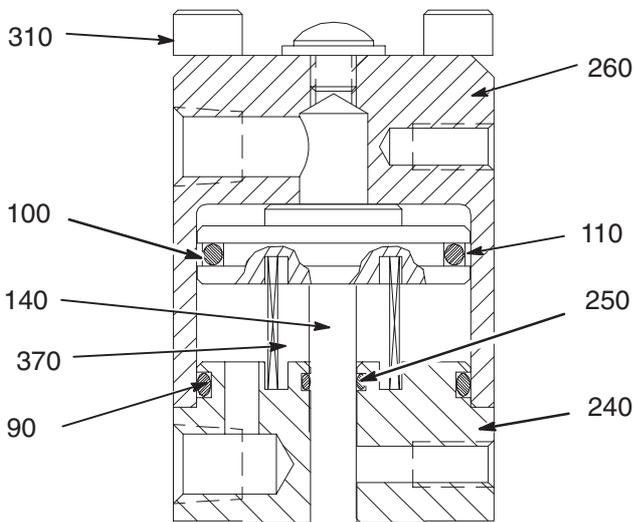
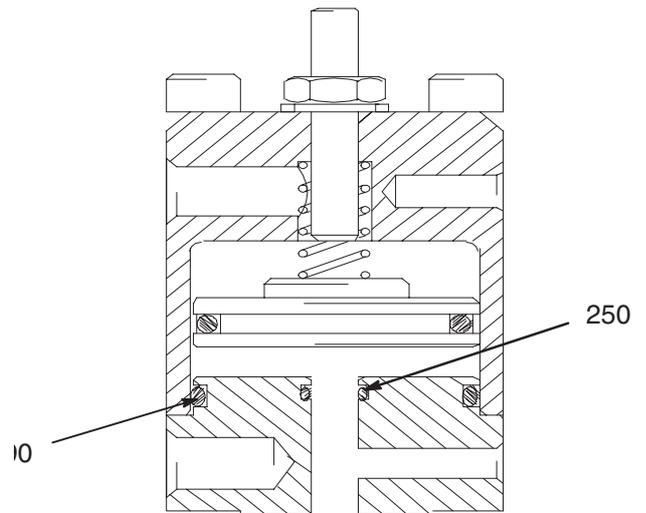

Abb. 10 **Abbildung: Snuff-Back Ventil**
Abb. 11 **Ventile mit Gehäusedichtung**
4. Kappe und Gehäuse zusammenbauen (Abb. 10):
- a. Fetten Sie den O-Ring (100) und den Ring (110) ein.
- b. Legen Sie den O-Ring (100) in die Rille der Kolben-nadel (140).
- c. Schieben Sie den Ring (110) über den O-Ring (100).
- d. Fetten Sie die O-Ringe (90) und (250) ein und legen Sie sie dann ein. Legen Sie danach bei den Modellen mit Gehäusedichtung die Feder ein (Abb. 11).
- e. Legen Sie die Nadelgruppe in die Zylinderkappe ein (260).
- f. Geben Sie die Feder (370) über den Schaft der Nadel-/Kolbengruppe. Lassen Sie die Feder bei den Snuff-Back-Modellen in die Rille der Kolbenfläche einrasten (Abb. 10).
- g. Schieben Sie das Zylindergehäuse (240) über die Nadel in die Zylinderkappe (260). Lassen Sie die Feder (370) in die Rille am Zylindergehäuse einrasten.